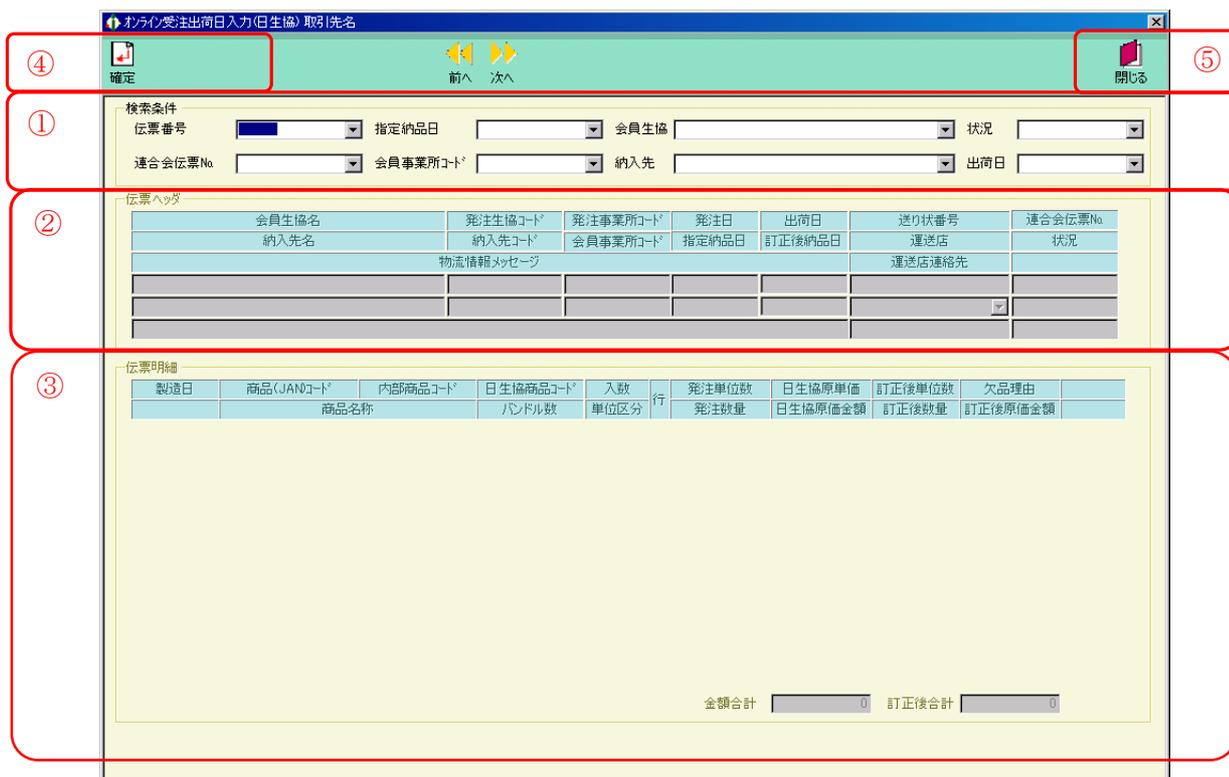

図 5-3-1. 初期表示画
- (ア) 「図5-3-1. 初期表示画面」の⑤、または「図5-3-2. 一覧表示画面」の⑩の「閉じる」ボタンをクリックする事でオンライン受注出荷日入力画面を終了します。